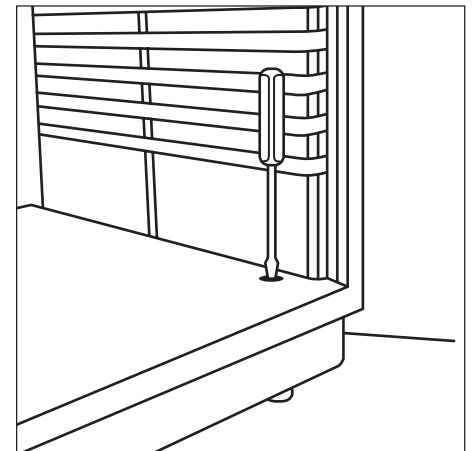

Figura 3
- Nivele la unidad usando un destornillador de punta plana de 6 mm (1/4 pulgadas) y haciendo girar los tornillos niveladores hacia la derecha para elevar, y hacia la izquierda para bajar, la unidad. (Figura 3).